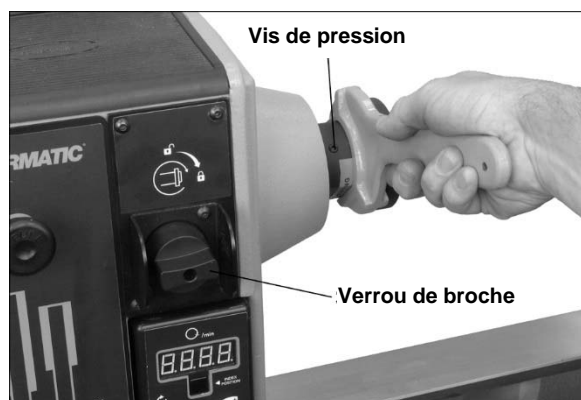

Figure 8-8 : tête
3. Tourner l'interrupteur de blocage de la broche (Figure 8-8) et tourner le volant légèrement jusqu'à ce que le blocage s'enclenche avec la broche.
AVERTISSEMENT À tout instant, si la rotation de la broche est *inversée*, s'assurer que les deux vis de calage de la tête sont bien serrées! L'une d'entre elles est illustrée à la figure 8-8. Le non-respect de cette consigne peut desserrer la tête par rapport à la broche de la poupée fixe.
5. Pour *retirer* la tête, desserrer les deux vis de calage (Figure 8-8). Engager l'interrupteur de blocage de la broche et faire tourner la tête dans le sens antihoraire avec la clé à tête, comme cela est illustré.
⚠ AVERTISSEMENT Lors d'un tournage avec une têtère, s'assurer que les deux vis de calage sur la têtère sont bien serrées (voir figure 8-8) avant d'inverser la direction de rotation de la broche. Le non-respect de cette consigne peut dévisser la têtère de la broche.